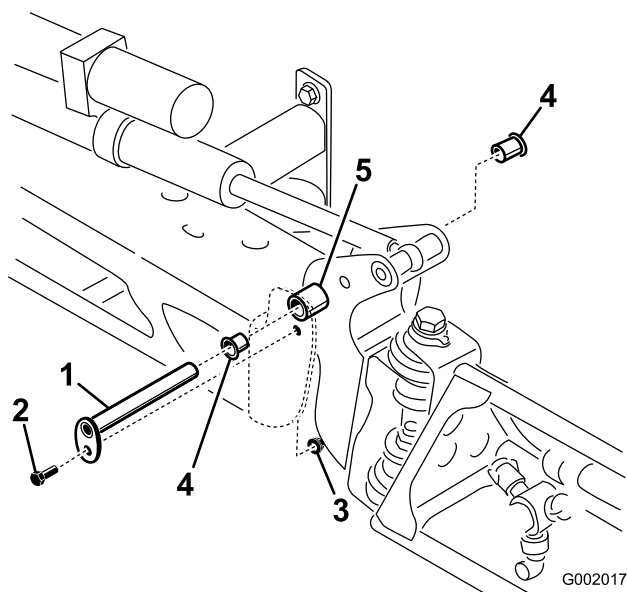

Figura 70
7. Instale el conjunto de brazo y soporte del pivote en el bastidor central, alineando los orificios (Figura 70).
- Con el peso del brazo apoyado, retire el perno y la tuerca que fijan el pasador de giro al conjunto del brazo (Figura 70). Retire el pasador de pivote.
5. Retire los casquillos de nylon desde delante y desde detrás del soporte del pivote e inspecciónelos (Figura 70). Sustituya cualquier casquillo dañado.